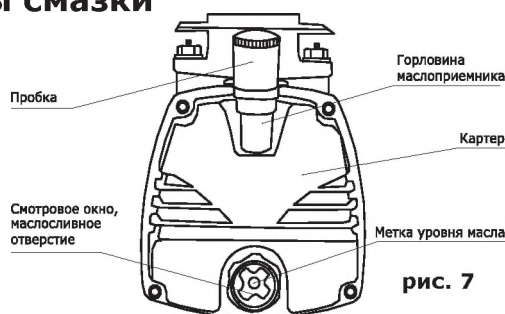

рис. 7
• Каждый раз перед запуском компрессора проверяйте уровень масла в картере. Уровень масла должен находиться в пределах красной метки контрольного смотрового окна (рис. 7), при необходимости долейте масло.
- отверните пробку маслоприемника и залейте масло в горловину картера контролируя уровень по метке смотрового окна (рис. 7);
- найдите месторасположение маслосливного отверстия (рис. 7);